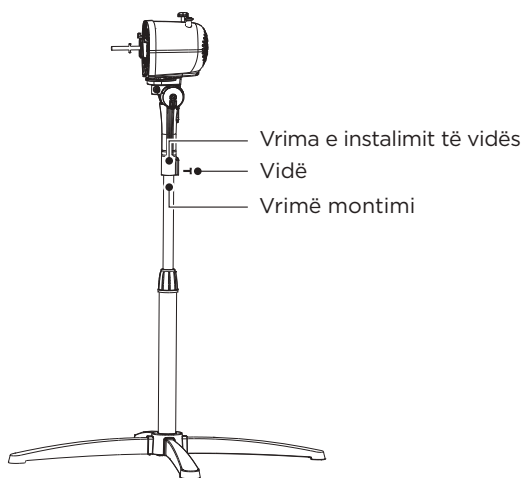

Fig.6
- 4** Për të vendosur njësinë e kokës në kolonën e brendshme, lironi vidën në pjesën e poshtme të njësisë së kokës. Vendosni njësinë e kokës në shtyllën e brendshme dhe shtrëngoni vidën duke e bashkuar me folenë në kolonën e brendshme. (Fig.6)